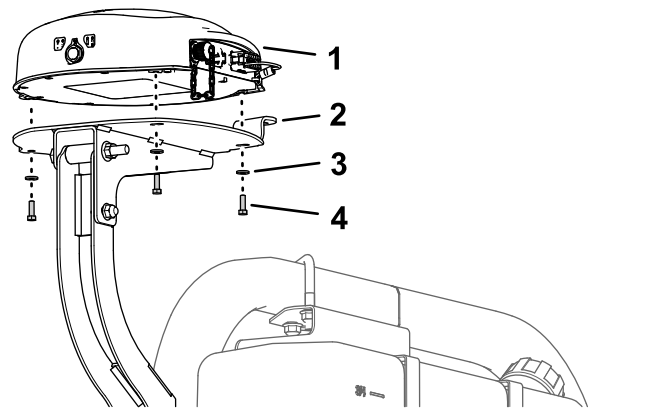

图 155
1. 将导航接收器底座的 3 个螺纹柱与接收器安装支架上的 3 个孔对齐图 155。
2. 使用 3 个六角头螺栓 5 x 16mm 和 3 个垫圈 5mm 将接收器组装到安装支架上图 155。